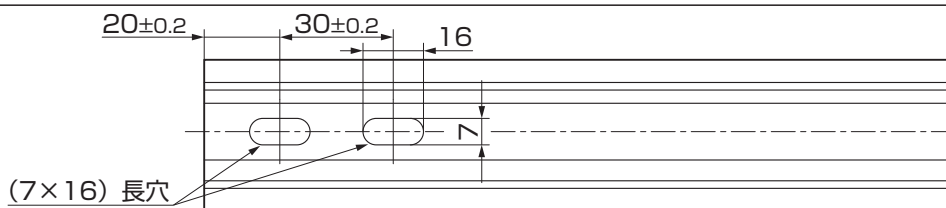

図5-4 1段用エンドグリップ取付穴
- 端部ビームは、1段用エンドグリップ取付穴が長穴になっています。(図5-4参照)